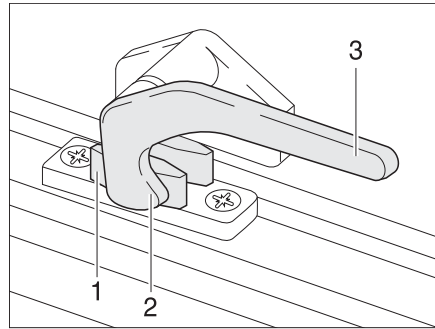

Fig. 69 Levier de verrouillage en position "Fermé"
- Tourner le levier de verrouillage (Fig. 69,3) d'un quart de tour vers le centre de la fenêtre.
- Tourner le levier de verrouillage (Fig. 69,3) d'un quart de tour vers le cadre de la fenêtre. Le tenon de verrouillage (Fig. 69,2) se trouve sur le côté intérieur du verrouillage de fenêtre (Fig. 69,1).
- En position "Fermé" (Fig. 69).